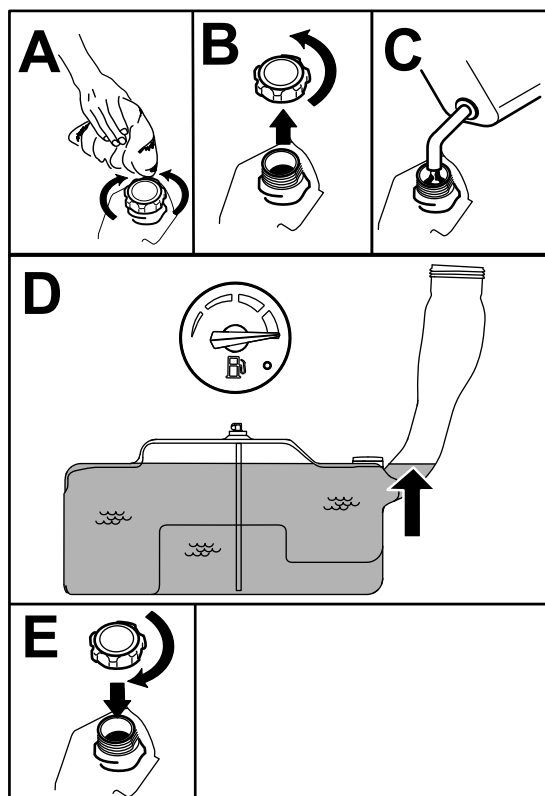

Рисунок 8
5. Заполните топливный бак до отметки full (полный) на топливном указателе (Рисунок 8).